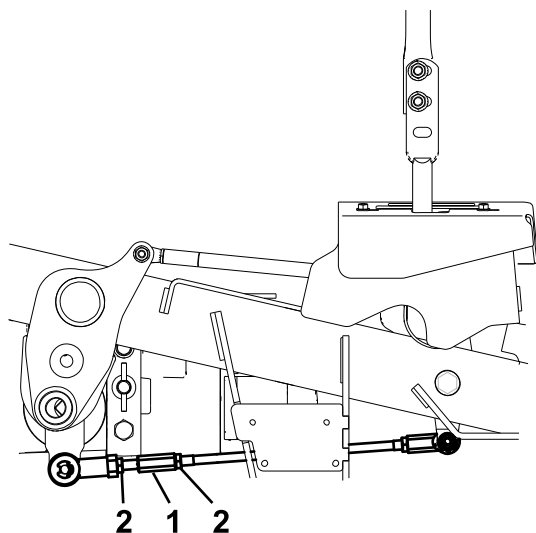

Figure 59
10. Réglez la longueur des tiges de commande de pompe en tournant les doubles écrous dans le sens voulu jusqu'à ce que les roues tournent légèrement en arrière (Figure 59).